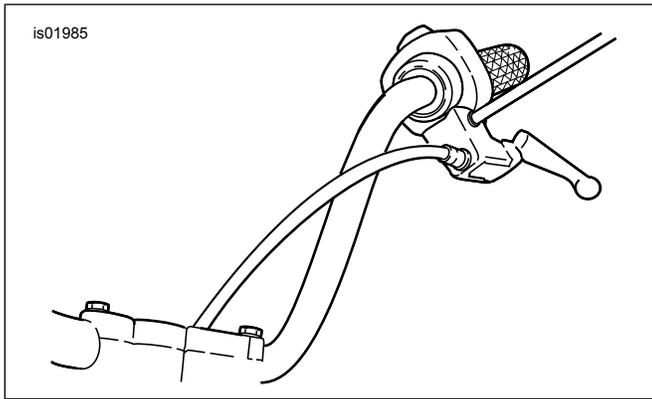

Figura 1. Nueva ubicación del cable del embrague
- d. Vea Figura 1. Cambie la ubicación del cable del embrague al interior de los manillares y vuelva a conectar el cable del embrague a la palanca del embrague.